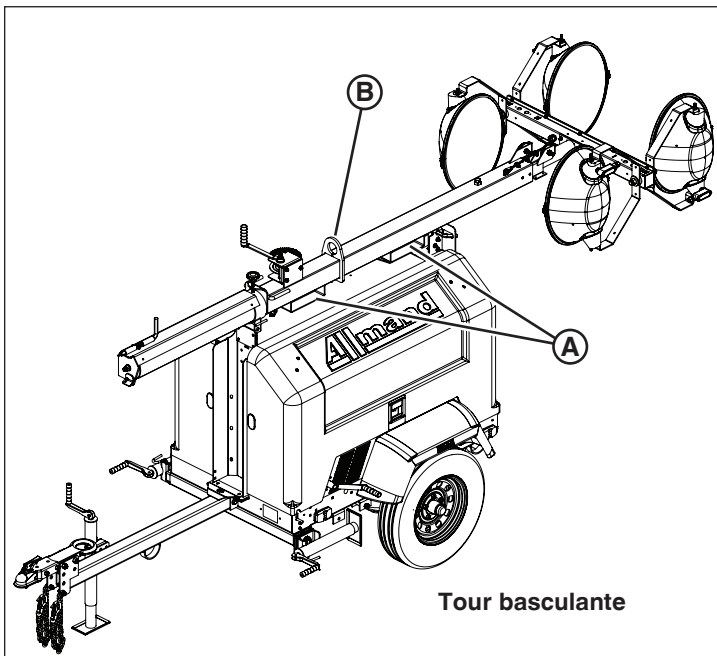

Figure 8a
La tour d'éclairage NIGHT-LITE PRO II est équipée de passages de fourche supérieurs (A, Figure 8a et 8b) et d'un oeillet de levage (B) pour soulever et hisser.